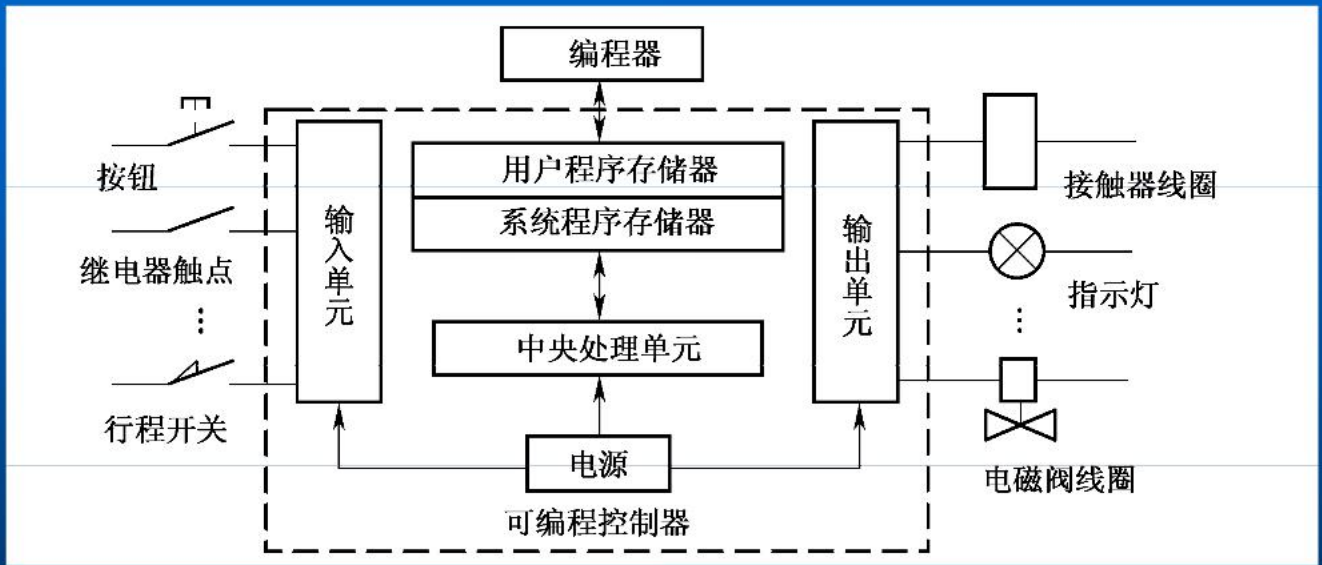

图4-1 FX系列PLC的结构框图
- PLC硬件主要由中央处理单元、存储器、输入单元、输出单元、电源单元、编程器、扩展接口、编程器接口和存储器接口组成，其结构框图如图4-1所示。